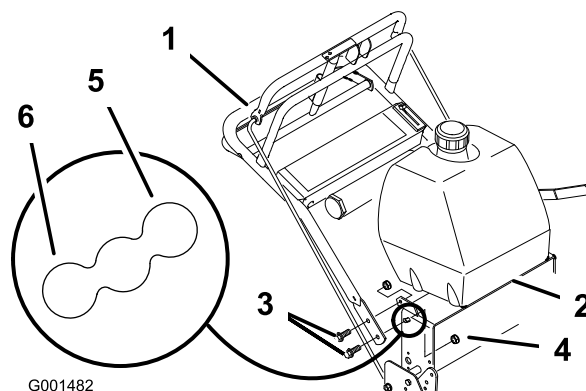

Figura 21
2. Afloje los pernos con arandela prensada superiores (3/8 x 1 pulgada) y la tuerca con arandela prensada que sujetan el manillar al bastidor trasero (Figura 21).
3. Retire los pernos con arandela prensada inferiores (3/8 x 1 pulgada) y las tuercas con arandela prensada que sujetan el manillar al bastidor trasero (Figura 21).